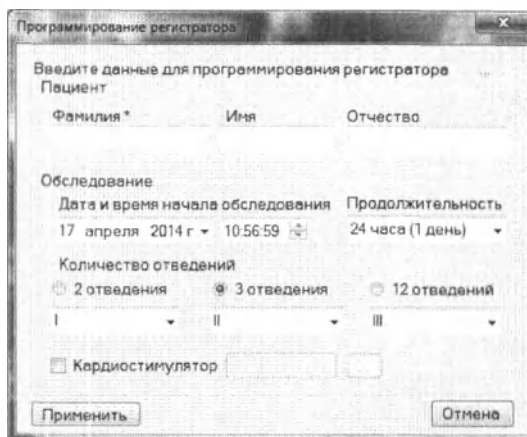

Рис. 17. Окно «Программирование регистратора»
4. Введите данные пациента в окне «Программирование регистратора» (Рис. 17) и нажмите на кнопку «Применить»